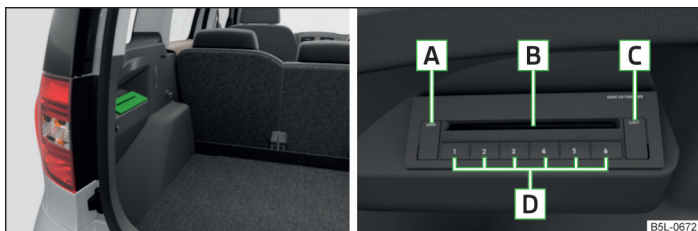

Fig. 101 Cambiador de CD
➤ Pulse la tecla **C** » fig. 101 e introduzca el CD (Compact Disk) en la cavidad para CD **B**. El CD se coloca automáticamente en la posición libre más baja del cambiador de CD. El testigo de la tecla correspondiente **D** deja de parpadear.
➤ Mantenga la tecla **C** » fig. 101 pulsada durante más de 2 segundos e introduzca todos los CD, uno tras otro (máximo 6 CD), en la cavidad para CD **B**. Los testigos en las teclas **D** dejan de parpadear.
➤ Pulse ligeramente la tecla **C** » fig. 101. Los testigos en las teclas **D** se iluminan donde las posiciones de memoria están ocupadas y parpadean donde las posiciones de memoria siguen libres.
➤ Pulse ligeramente la tecla **A** » fig. 101. Para las posiciones de memoria ocupadas se iluminan los testigos de las teclas **D**.
➤ Mantenga pulsada la tecla **A** » fig. 101 más de 2 segundos. Todos los CDs del cambiador de CD son expulsados uno tras otro.
- Introduzca un CD, con la cara impresa hacia arriba, en la cavidad para CD **B** » fig. 101 hasta que se introduzca del todo automáticamente. La reproducción se inicia automáticamente.